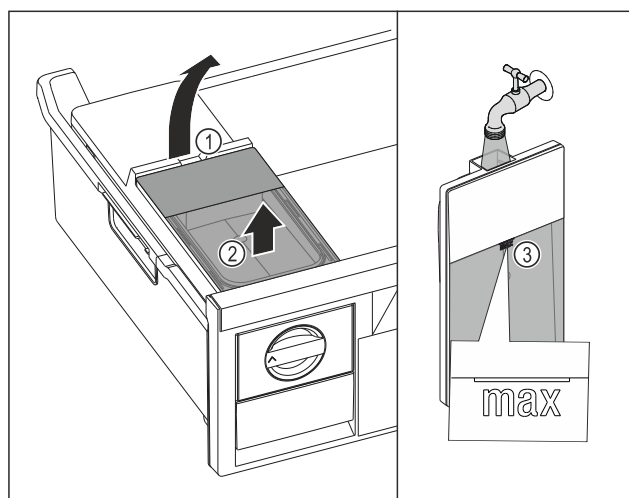

Fig. 128
- ▶ Zbiornik wody unieść za wycięcia Fig. 128 (1).
- ▶ Wyjąć zbiornik wody do góry. Fig. 128 (2)
- ▶ Zbiornik wody napełnić wodą pitną aż do oznaczenia Fig. 128 (3).